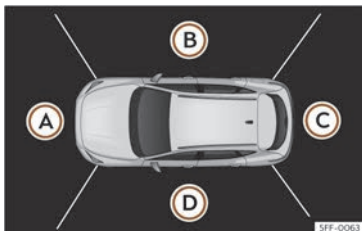

Fig. 156 Visualització del sistema de visió perifèrica: perspectiva aèria.
Combinant les imatges de totes les càmeres es genera la perspectiva aèria ➡➡➡ fig. 156. La perspectiva aèria es pot seleccionar prement sobre el vehicle dins de la zona.
Prement sobre les diferents àrees ➡➡➡ fig. 156 (A) a (D) de la perspectiva aèria o de la perspectiva aèria reduïda, es pot seleccionar la vista corresponent.
Es pot escollir entre quatre vistes diferents ➡➡➡ fig. 156: